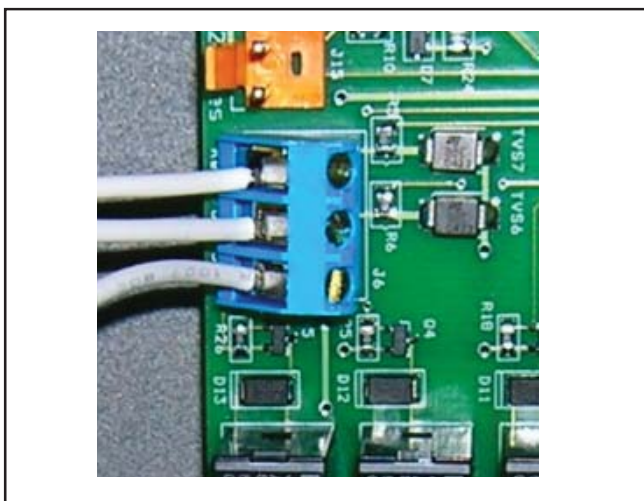

Figura 16a. Conexión Pool-Off-Spa remota (Conexión de 3 cables)
4. Conecte el cableado desde el sistema de control piscina/spa hasta la terminal de control remota de la bomba de calor (véase Figura 16a).